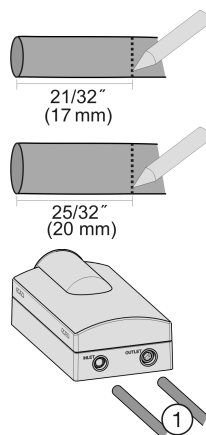

Fig. 56
- ▶ Medir la profundidad de introducción en el tubo flexible delgado (E) de 21/32 " (17 mm) y colocar una marcación.
- ▶ Medir la profundidad de introducción en el tubo flexible grueso (E) de 25/32 " (20 mm) y colocar una marcación.
- ▶ Introduzca los tubos flexibles *Fig. 56 (1)* hasta el tope (equivalente a la marca) en el módulo del filtro de agua superando la resistencia existente.